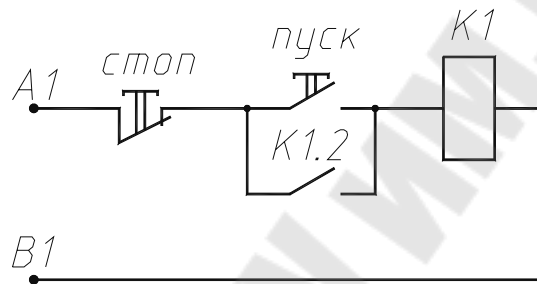
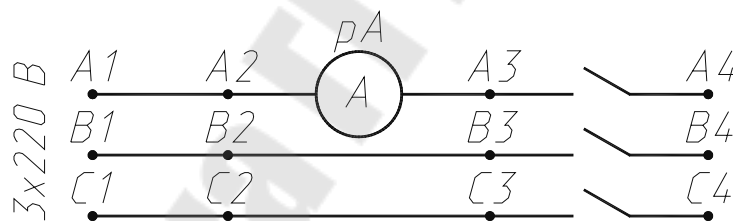

Рис. 14.4. Схема управления магнитным пускателем с питанием от фаз А и В
Рис. 14.5. Подключение Амперметра в фазу А
3.1. Собрать схему управления магнитным пускателем (Рис. 14.4) и подключить Амперметр (рис. 14.5) в фазу, соответствующую заданию (таблица 14.1).